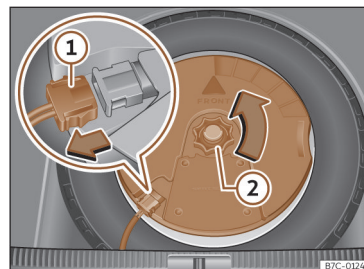

Fig. 233 Na bagageira: desmontar o subwoofer.
- Desligue o cabo do altifalante subwoofer >>> **Fig. 233 ①.**
- Rode a rodinha de fixação no sentido contrário ao dos ponteiros do relógio >>> **Fig. 233 ②.**